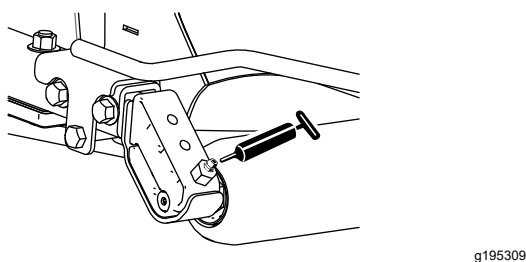

Figura 44
- 2 (por unidad de corte) cojinetes de rodillo trasero (Figura 44)